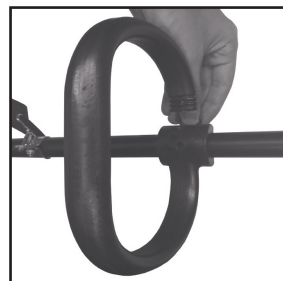

Рис. 2
**ШАГ 1.** Установка рукоятки. Выкрутите фиксирующий болт из рукоятки. Установите ее на штангу и затяните фиксирующим болтом. (Рис.2)